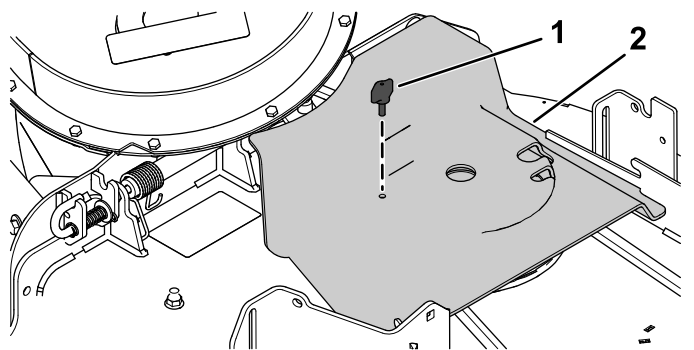

Figura 31
5. Instale a cobertura da correia do soprador sobre a correia do soprador e prenda a cobertura da correia do soprador com o manípulo da correia (Figura 31).